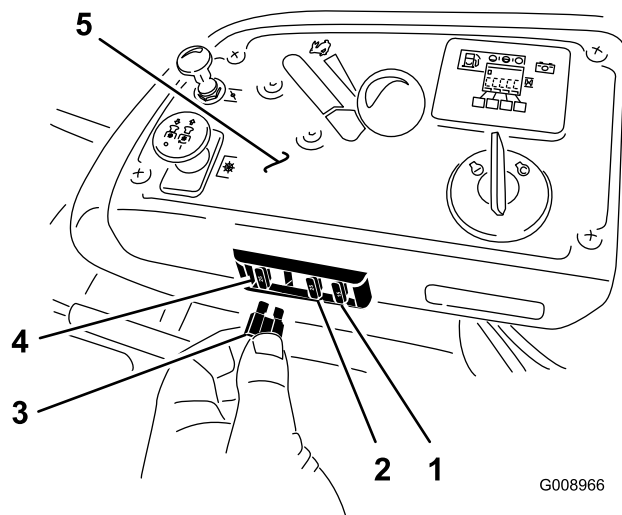

Figura 60
Los fusibles están situados en la consola, a la derecha del asiento (Figura 60).
2. Instale un fusible nuevo (Figura 60).